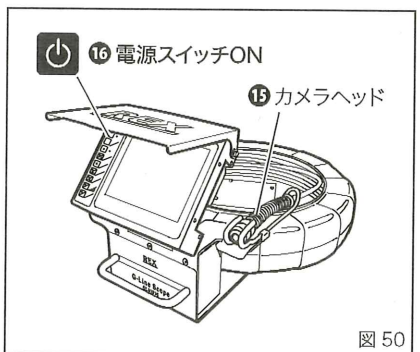

図 50
⑮仮止めたテープを外し、カメラヘッドをカメラホルダーに収納します。(図 50)
⑯電源を ON にし、正常に動作すれば交換作業完了です。(図 50)